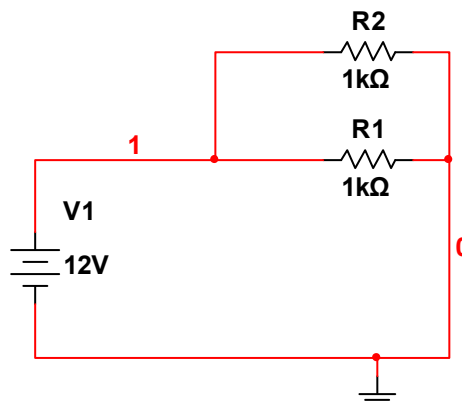
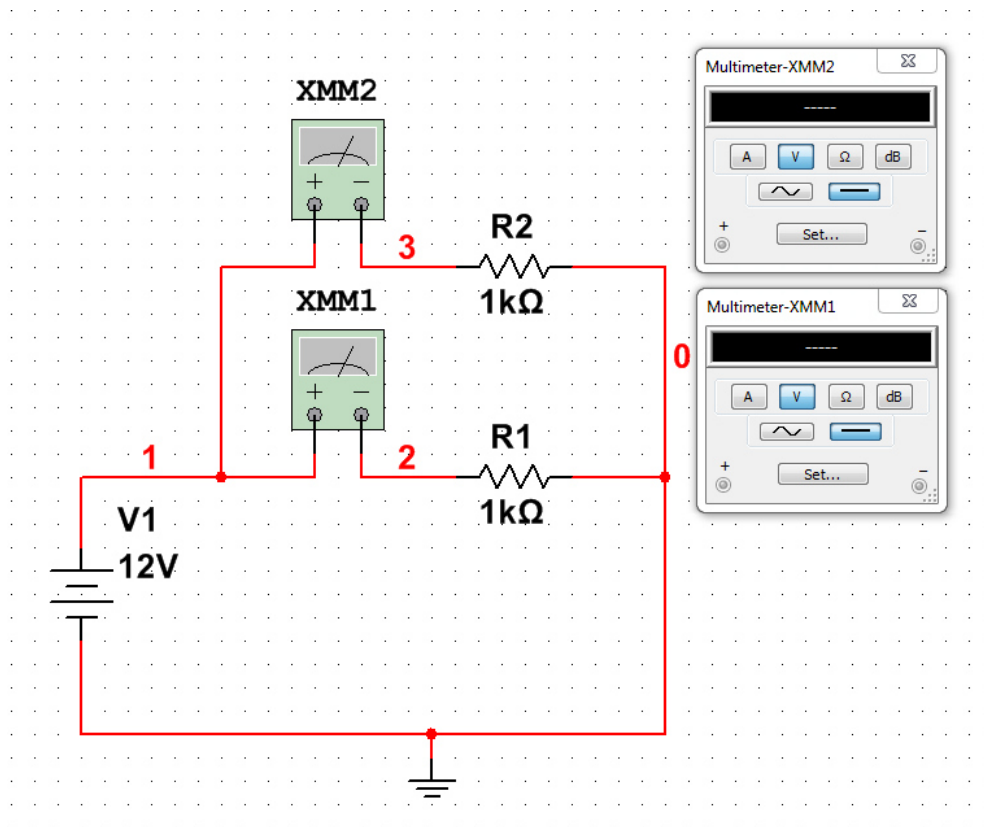

Рис.18
Рис.19
У схемі (рис. 18) у вузол 1 входить струм джерела  $I(V1)$ . Виходитимуть з цього вузла два струми -  $I(R1)$  та  $I(R2)$ . Перевірити виконання закону Кірхгофа можна, вимірявши кожен з цих струмів за допомогою мультиметра в режимі амперметра:
3. Обчисліть сили струмів через опори резисторів R1 та R2 у схемі (рис.18). Проведіть моделювання для схеми (рис.19) і порівняйте результати обчислень та моделювання.